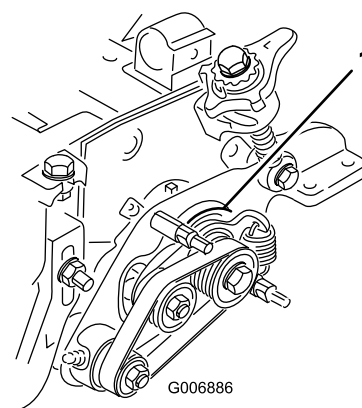

Figure 28
5. Vérifiez que la bague d'entraînement principal (Figure 28) pivote librement autour du moyeu d'entraînement.